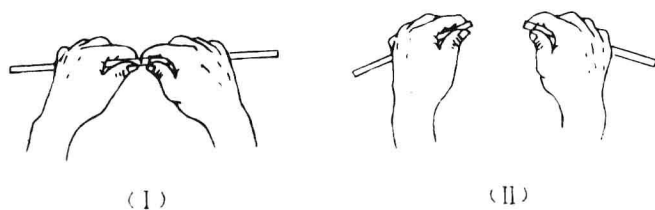

图 5
(1)玻璃管的截断 把玻璃管平放在桌面上,左手拇指摁住玻璃管_____的地方,右手执小三角锉刀(或_____,_____),在玻璃管要截断处用力锉出一道凹痕(锉时只能_____,不要_____)。然后两手分别握住凹痕的两边(如图 5 I),凹痕_____,两个大拇指分别摁在凹痕_____的_____,快速用力_____,玻璃管就会在凹痕处折断。